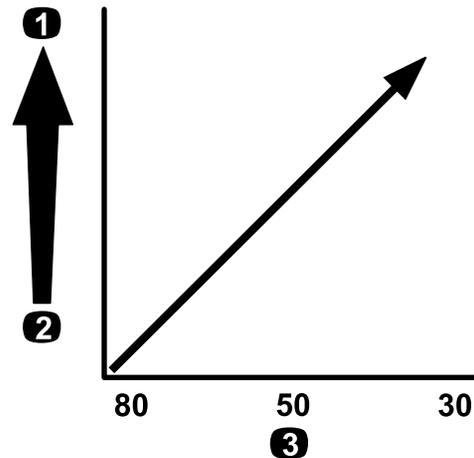

**Figura 13**
**Importante:** Quando pulveriza com soluções ou químicos de maior viscosidade (mais espessos) com pós solúveis, talvez precise de utilizar uma rede de filtro adicional (mais grossa) para o filtro de sucção opcional; consulte Figura 13.